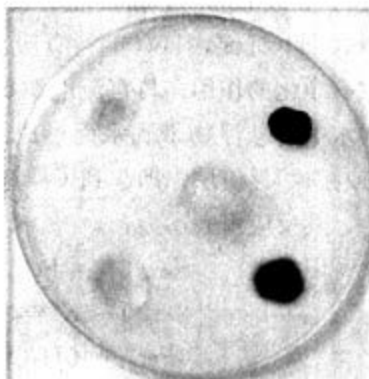

图 1-5 氯气生成及性质
1. 在一块下衬白纸的玻璃片的不同位置上分别滴加浓度为  $0.1 \text{ mol} \cdot \text{L}^{-1}$  的  $\text{KBr}$ 、 $\text{KI}$ （含淀粉溶液）、 $\text{NaOH}$ （含酚酞）、 $\text{FeSO}_4$ （含  $\text{KSCN}$ ）溶液各 1 滴，每种液滴彼此分开（应在下衬的白纸上编号，记清各液滴的位置），围成半径小于表面皿的圆形（如图 1-5 所示，你可以任意补充几种反应物，使各液滴排成圆形）。在圆心处放置 2 粒芝麻大小的  $\text{KClO}_3$  晶体。盖好表面皿。